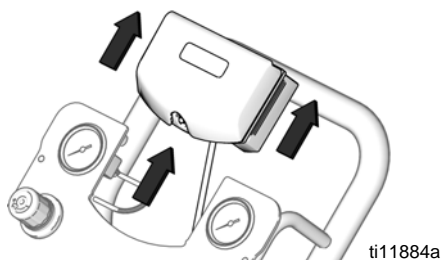

FIG. 10. Fjern DataTrak
3. Fjern DataTrak modulet fra beslagene. Se FIG. 10. Bring modulet og tilhørende kabel til et ikke-farligt sted.